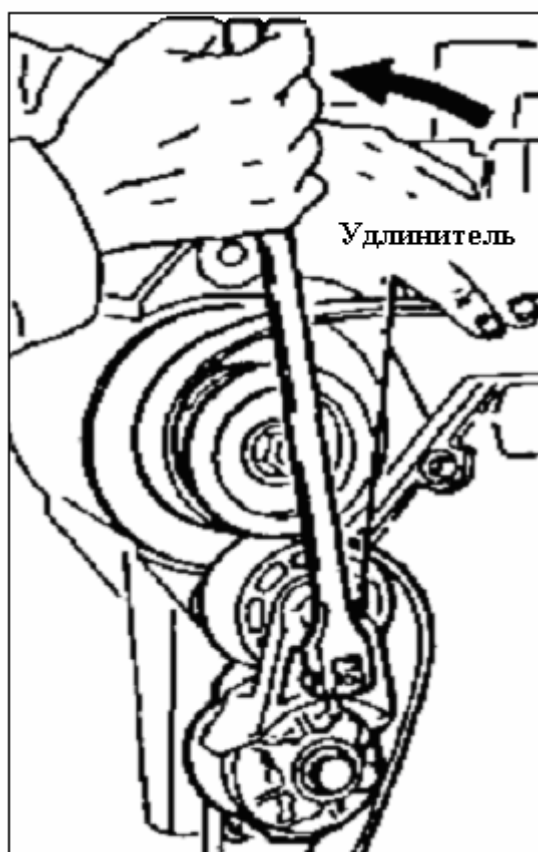

Рис.23. Установка ремня привода вентилятора.
Процедура установки ремня на шкивы следующая (см. рис.23.):
- При помощи удлинителя, с подходящим квадратным наконечником-переходником, который устанавливается в специально предназначенное для этого квадратное отверстие выполненное в кронштейне ролика, оттяните назад натяжной ролик (см. рис.23.) и проведите установку ремня, соблюдая осторожность и не допуская его перекашивание и перекручивание, плоской внешней стороной под беговую дорожку ролика.